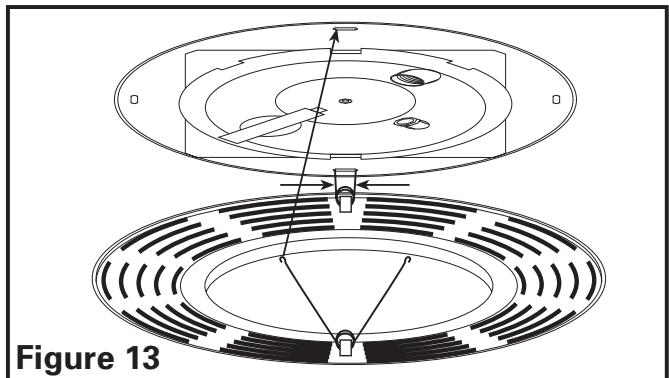

Figure 13
5. Installer la grille en pressant ensemble les deux extrémités des ressorts et en les installant dans les fentes du châssis du ventilateur. Pousser la grille en position (**Figure 13**).